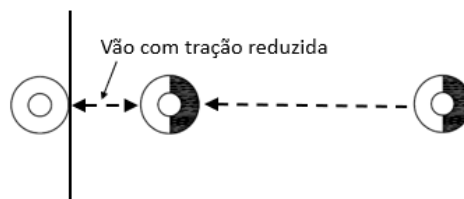

Figura 6 - Vão com Tração Reduzida
- b) Para realizar novas derivações de rede em postes já instalados, recomenda-se utilizar um pequeno vão com tração reduzida, indicada nas tabelas da rede em áreas urbanas, até o próximo poste onde a nova linha será ancorada. No poste intermediário entre o vão de tração normal e o de tração reduzida deverão ser utilizadas estruturas de ancoragem, conforme indicado na Figura 6.